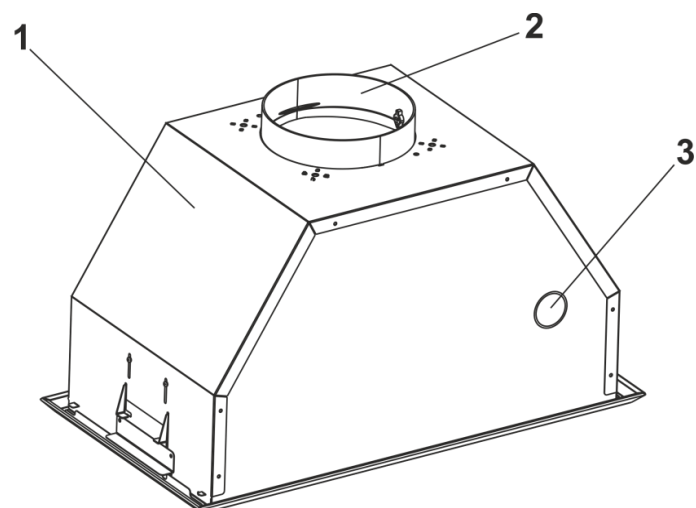
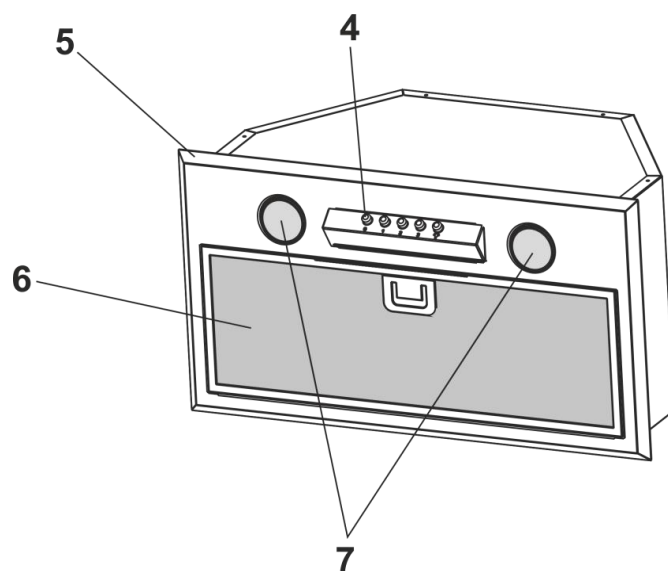

Рис.3
Рис.3.1
5.4 Вытяжка состоит из следующих составных частей **рис.3/рис.3.1**